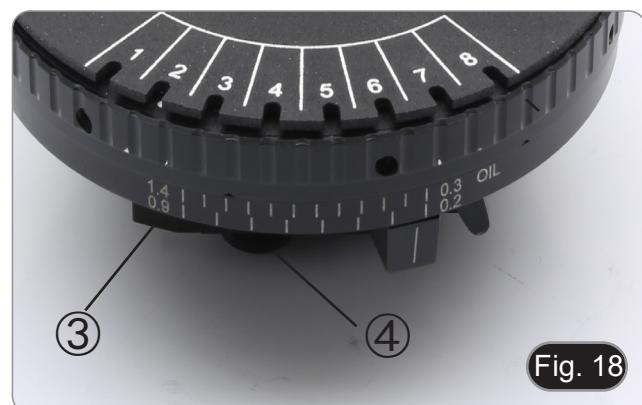

Fig. 18
- 3. Spingere il comando del polarizzatore ③ per inserirlo nel percorso ottico. (Fig. 18)
- 5. Allentare la vite di fissaggio della rotazione del polarizzatore ④. (Fig. 18)